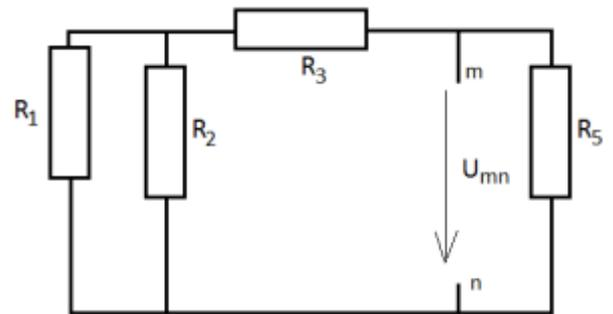

Рис. 159
1.5.2. Определяем эквивалентное сопротивление генератора. Для этого источники ЭДС закорачиваются (заменяются на отрезок провода, причем их внутреннее сопротивление остается в схеме), а ветви с источником тока обрываются – рис. 159. Произведем расчет входного сопротивления оставшейся схемы относительно зажимов m и n .